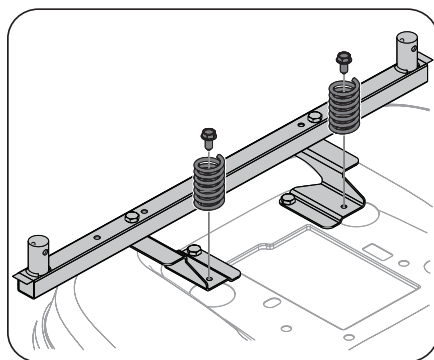

Figure 3-9
5. Réinstallez les ressorts du siège et la quincaillerie qui a été enlevée plus tôt dans la procédure, comme montré à la Figure 3-9.